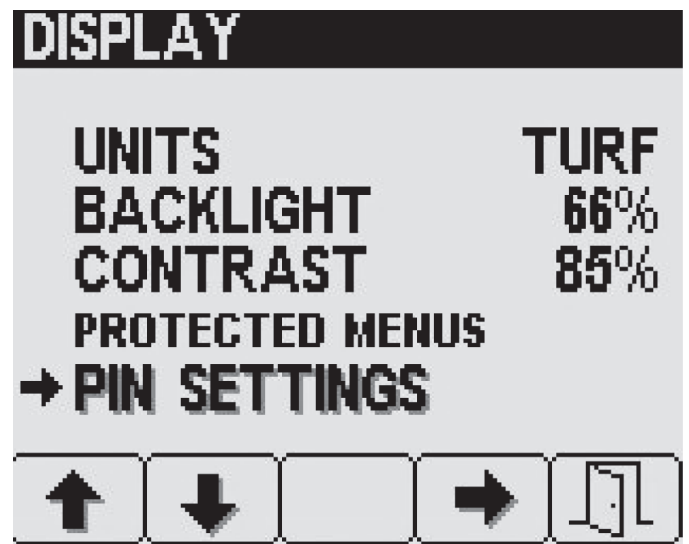

Figura 23
- Prima os botões 1 ou 2 no ECRÃ para navegar para a opção DEFINIÇÕES DO PIN (Figura 23).
- Prima o botão 4 para selecionar o submenu DEFINIÇÕES DO PIN (Figura 23).